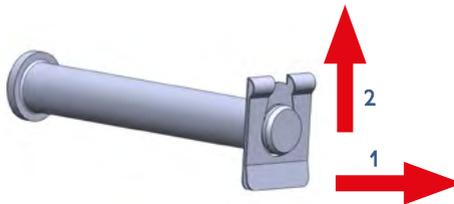

Abbildung 03
Ziehen Sie das gebogene Ende der Lasche etwas zurück (1) und schieben Sie die SL-Sicherung aus der Nut des Bolzens heraus (2), (Abbildung 03).